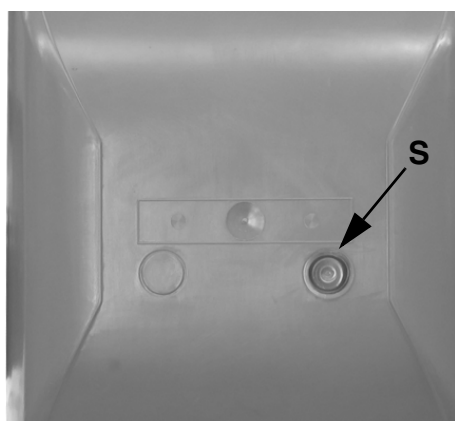

Fig. 40
- S Botón de desbloqueo equipo mando quemador (Fig. 40)